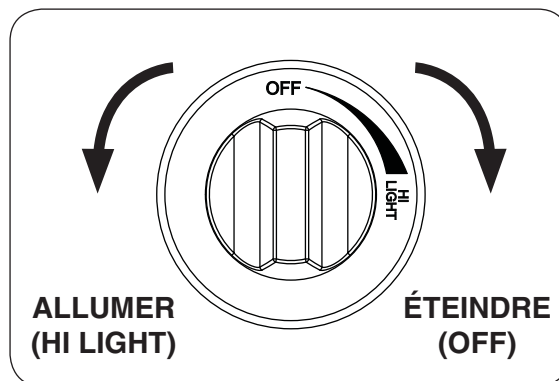

Fig. 36-2
4. **Une fois que le match est en feu et en position**, appuyer sur le bouton de contrôle du gaz et tournez dans le sens antihoraire à la position de **HI LIGHT (allumer)** (voir Fig. 36-2). Votre brûleur devrait s'allumer.
**AVERTISSEMENT:** Si le brûleur ne se allume pas la lumière dans les cinq (5) secondes de tourner le bouton de commande, appuyez immédiatement sur le bouton de commande et tournez dans le sens horaire à la position **OFF (éteindre)**.
**Pour éteindre le brûleur à gaz**, appuyer sur le bouton de contrôle du gaz et tournez dans le sens horaire à la position **OFF (éteindre)** (voir Fig. 36-2). Assurez-vous que le bouton de commande est tourné complètement hors tension pour éviter toute fuite de gaz.